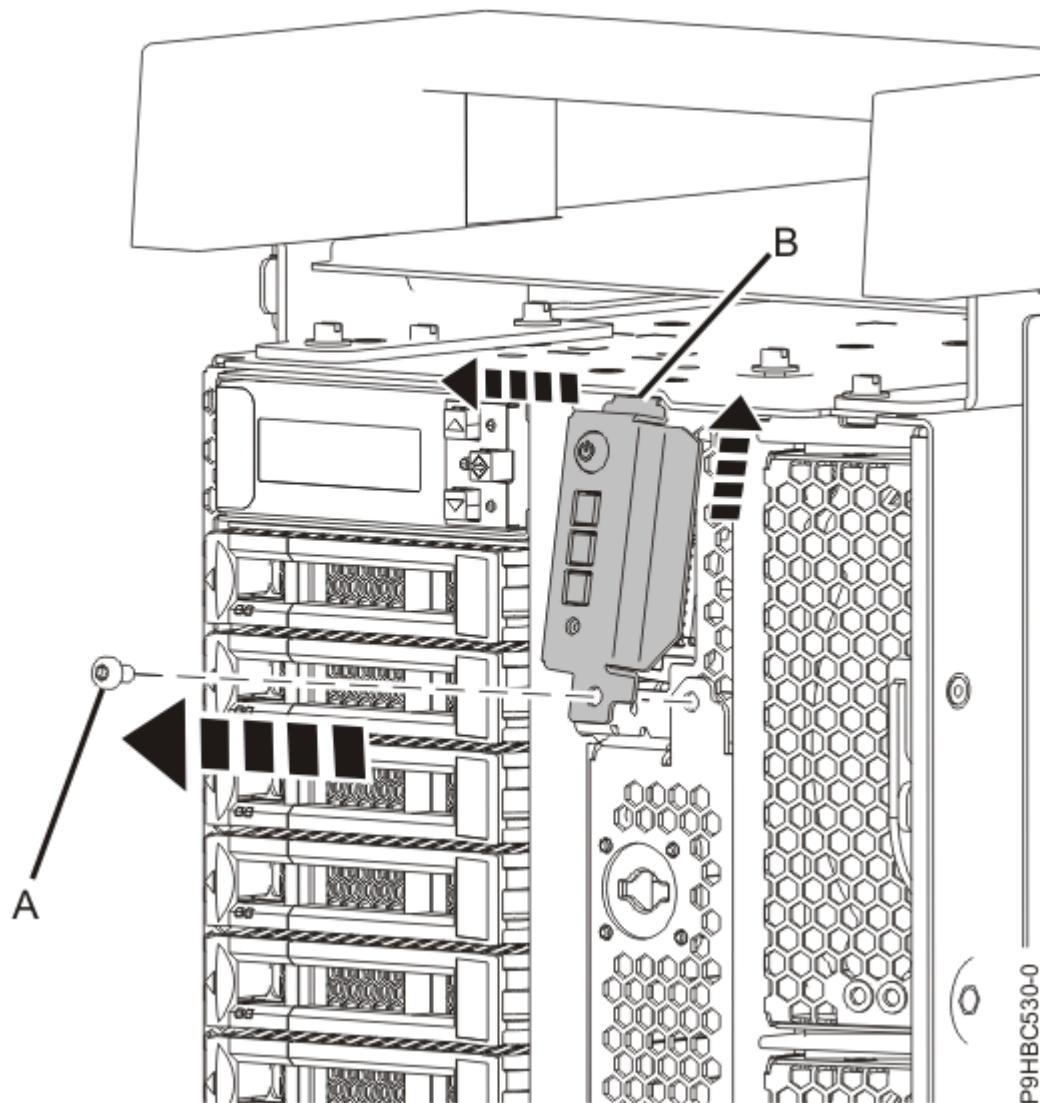

図 65. スタンドアロン・システムからのコントロール・パネルのねじの取り外し
- コントロール・パネルをシステムに固定しているねじ (A) を取り外し (69 ページの図 65 を参照)、コントロール・パネルを上に回転させて上部タブ (B) を解放します。